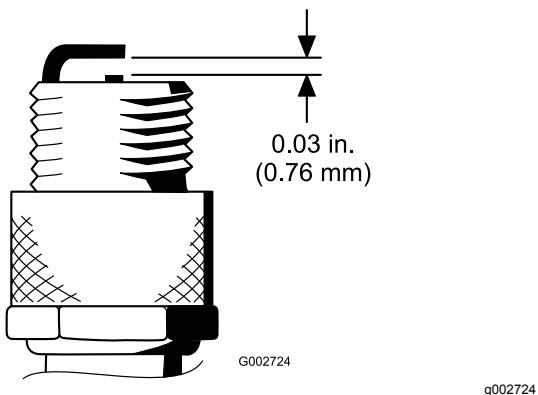

Figura 29
- Ajuste la distancia entre los electrodos central y lateral a 0,76 mm, tal y como se muestra en la Figura 29.